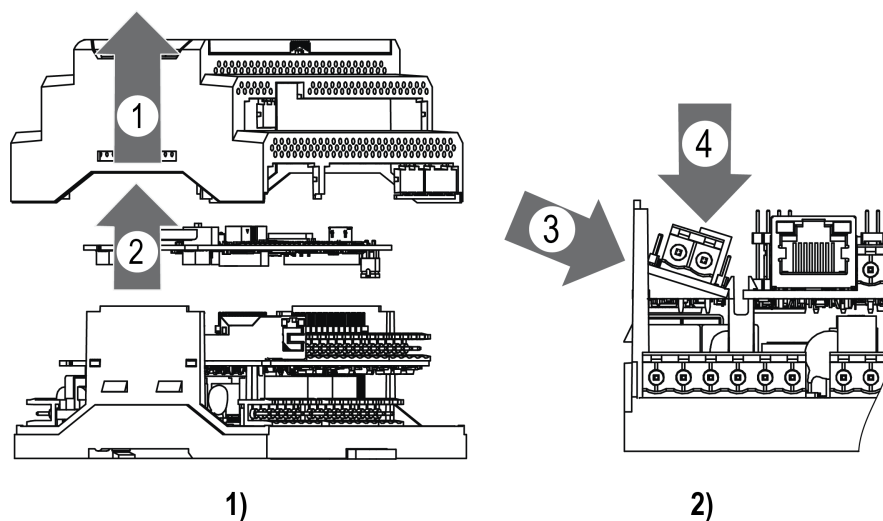

Рисунок 8.3 – Последовательность установки интерфейсной платы
3. Снять верхнюю плату (см. рисунок 8.3, 1).
5. Смонтировать в стойки интерфейсную плату (см. рисунок 8.3, 2).